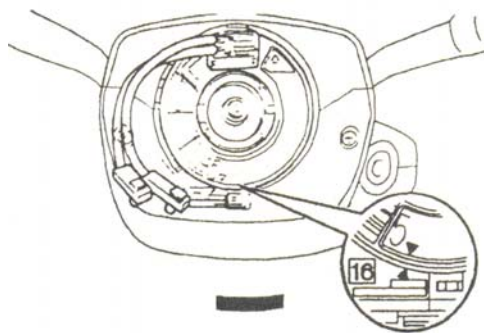

图 2-16
- (1) 检查点火开关位于 OFF 位置。
- (2) 检查蓄电池负极端子断开。注意：在拆下端子 90s 后才可以进行操作。
- (3) 用手逆时针放置电缆盘，直到变得难以旋转为止。
- (4) 顺时针旋转电缆盘大约 2.5 圈，对齐标记，如图 2-16 所示。注意：电缆盘可以绕中心左右双向旋转 2.5 圈。